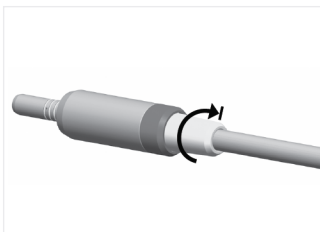

FIG. 3
4. Tenendo il motore, avvitare completamente il manicotto del tubo flessibile al collegamento posteriore del motore (**Fig. 3**).